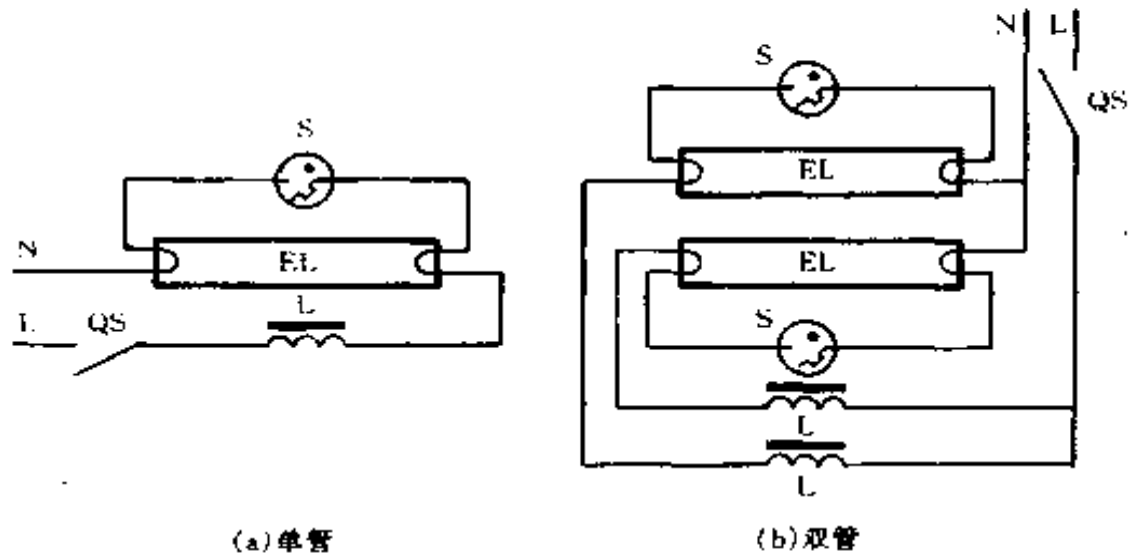

图 2-21 日光灯接线原理图
(1) 画出日光灯、双控灯电路的接线原理图。
① 日光灯电路接线原理图如图 2-21 所示。
日光灯电路如图 2-21 所示，日光灯两端灯丝的一端分别